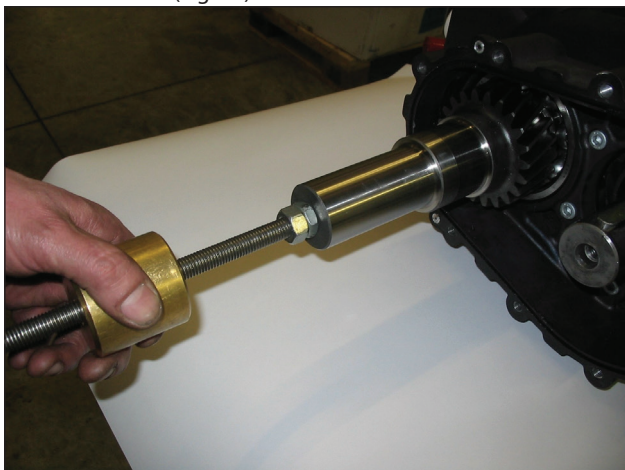

Fig. 20
- Desmontar el piñón colocando un extractor de percusión en el orificio M12 (Fig. 20).